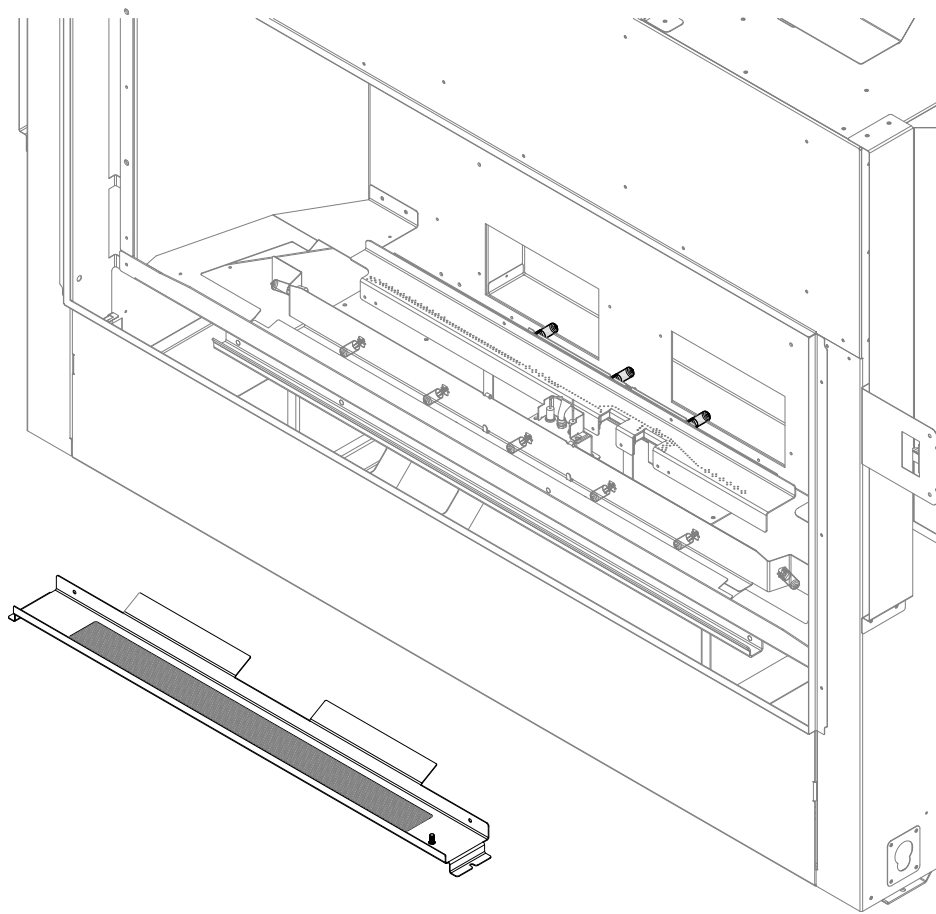

Figure 8.5 - Retrait du plateau à braises (à l'arrière)
2. Retirez et conservez les (2) vis du plateau à braises arrière. Retirez le plateau à braises. Voir la Figure 8.5.
3. Installez les (3) ampoules halogènes (fournies dans le paquet de composants) dans les socles de lampe.